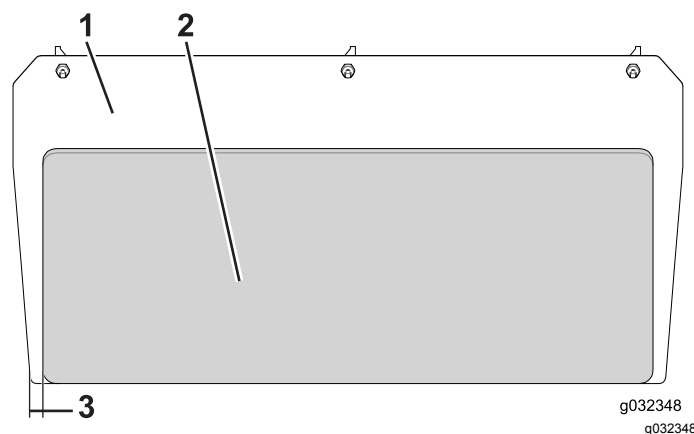

Bild 4
4. Entfernen Sie das Trägermaterial und bringen das Schutzblech der hinteren Abdeckung an der Motorseite der hinteren Abdeckung an (Bild 4).
Hinweis: Zentrieren Sie das Schutzblech der hinteren Abdeckung entlang der Breite der Platte und lassen einen Abstand von 29 mm von jeder Kante (Bild 4).